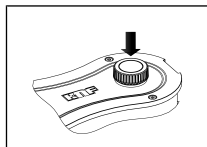

Fig.5: Conexión/ desconexión de la bomba
- Conectar la bomba pulsando el botón giratorio/pulsador (ver Fig. 2/3, ver Fig. 5).
- Desconectar la bomba con el botón giratorio/pulsador (ver Fig. 5).